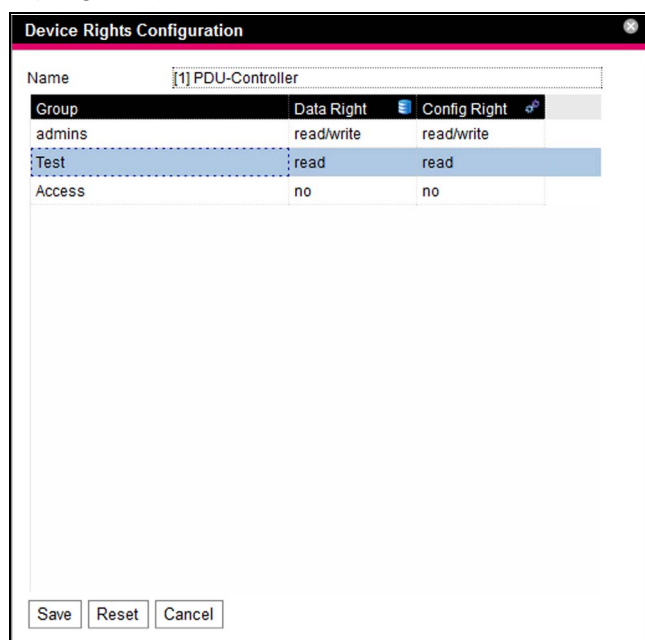

Imagen 36: Diálogo «Device Rights Configuration»
Se mostrará el diálogo «Device Rights Configuration» (imagen 36).
- Seleccione detrás de la entrada «CMC III PU 19" Edition» el símbolo «Device Rights» (imagen 34). Se mostrará el diálogo «Device Rights Configuration» (imagen 36).
Los símbolos correspondientes también se muestran al seleccionar un sensor en la pestaña **Configuration** de la zona de navegación y abriéndolo a continuación hasta el nivel más bajo, así como también en el diálogo «Device Rights Configuration» (imagen 36). Los símbolos indican la asignación a ambos tipos de datos «Data» y «Config».